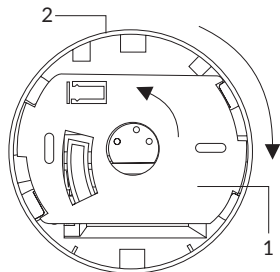

Abb. 2
- 6.1.** Entfernen Sie den Montagesockel (Abb. 2, Pos. 1) vom Gehäuse des Geräts (Abb. 2, Pos. 2), indem Sie ihn gegen den Uhrzeigersinn drehen.